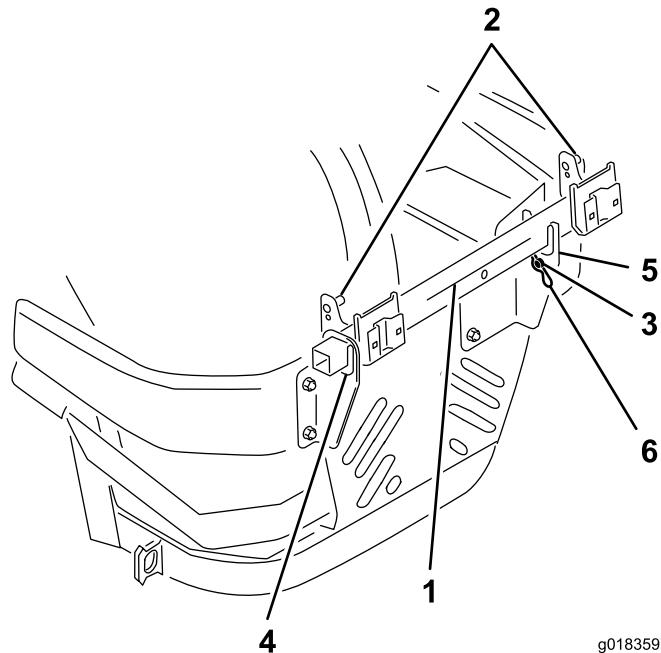

Figure 11
1. Alignez le cadre de support de trémie de sorte que les 2 goupilles clavetées du capot sur le haut du cadre soient dirigées vers la droite et que la goupille de montage au bas du cadre soit dirigée vers la gauche, comme montré à la Figure 11.
2. Insérez le cadre de support de trémie dans l'ouverture carrée du support de cadre gauche (Figure 11).
3. Alignez la goupille de montage sur la droite du support de cadre droit (Figure 11).
- Abaissez le cadre entre les pattes en U du support droit (Figure 11).
- Glissez le cadre de support de trémie vers la gauche jusqu'à ce que la goupille de montage passe dans le trou du support de cadre droit (Figure 11).
- Insérez la goupille fendue dans le trou de la goupille de montage pour fixer le cadre sur le support (Figure 11).